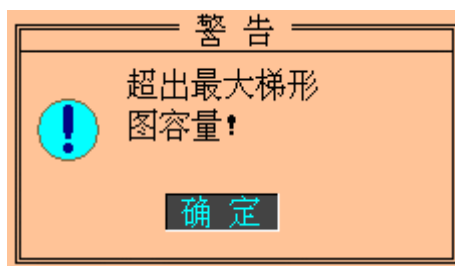

图 4-3-7
2. 注意参数 **P352** 为设定梯形图编辑时对应的最大行数，如超出该限制，则屏幕弹出报警对话框（如图 4-3-7），请根据需要修改该参数值：